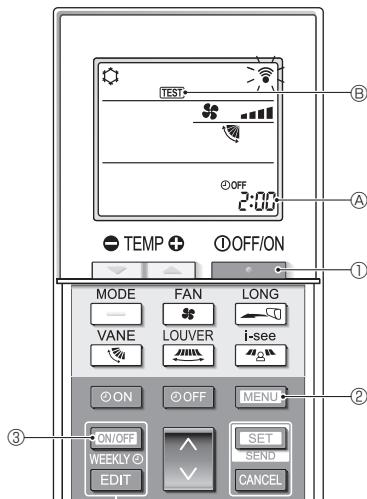

Abb. 7-5
7.2.2. Verwendung der drahtlosen Fernbedienung (Abb. 7-5)
- Drücken Sie die Taste ①, um die Klimaanlage anzuhalten.
- Wenn der Wochen-Timer aktiviert ist (WEEKLY eingeschaltet ist), drücken Sie die Taste ③, um ihn zu deaktivieren (WEEKLY ist ausgeschaltet).
- Drücken Sie die Taste ② 5 Sekunden lang.
- Drücken Sie die Taste ②.
- TEST ② leuchtet auf und das Gerät tritt in den Testlaufmodus ein.